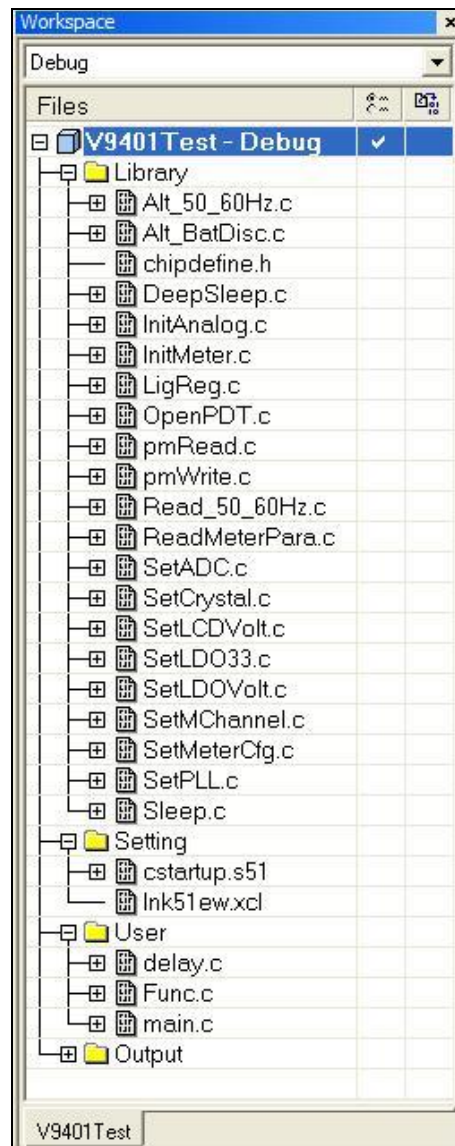

图 2 添加代码组和源文件
3. 在 Workspace 窗口中, 右键点击代码组名 **Library** ->**Add** ->**Add Files...**; 或选择代码组名 **Library**, 再点击 **Project** ->**Add Files...**, 添加万高科技提供的库函数, 详见图 2;